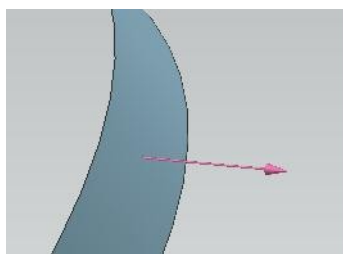

Рис.24
• Условное изображение вспомогательной координатной оси показано на рис.24.